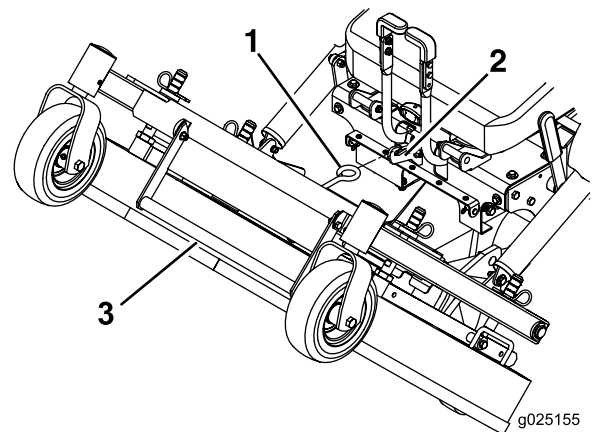

Bild 9
4. Heben Sie das Mähwerk mit dem Hubhebel des Mähwerks an und arretieren es in der angehobenen Stellung (Riegel befindet sich vorne in der Mitte des Sitzes), wie in Bild 9 abgebildet.
1. Halten Sie den Hubhebel des Mähwerks fest, haken Sie den Riegel des Mähwerks von der Maschine aus und senken das Mähwerk langsam auf den Boden ab (Bild 9).